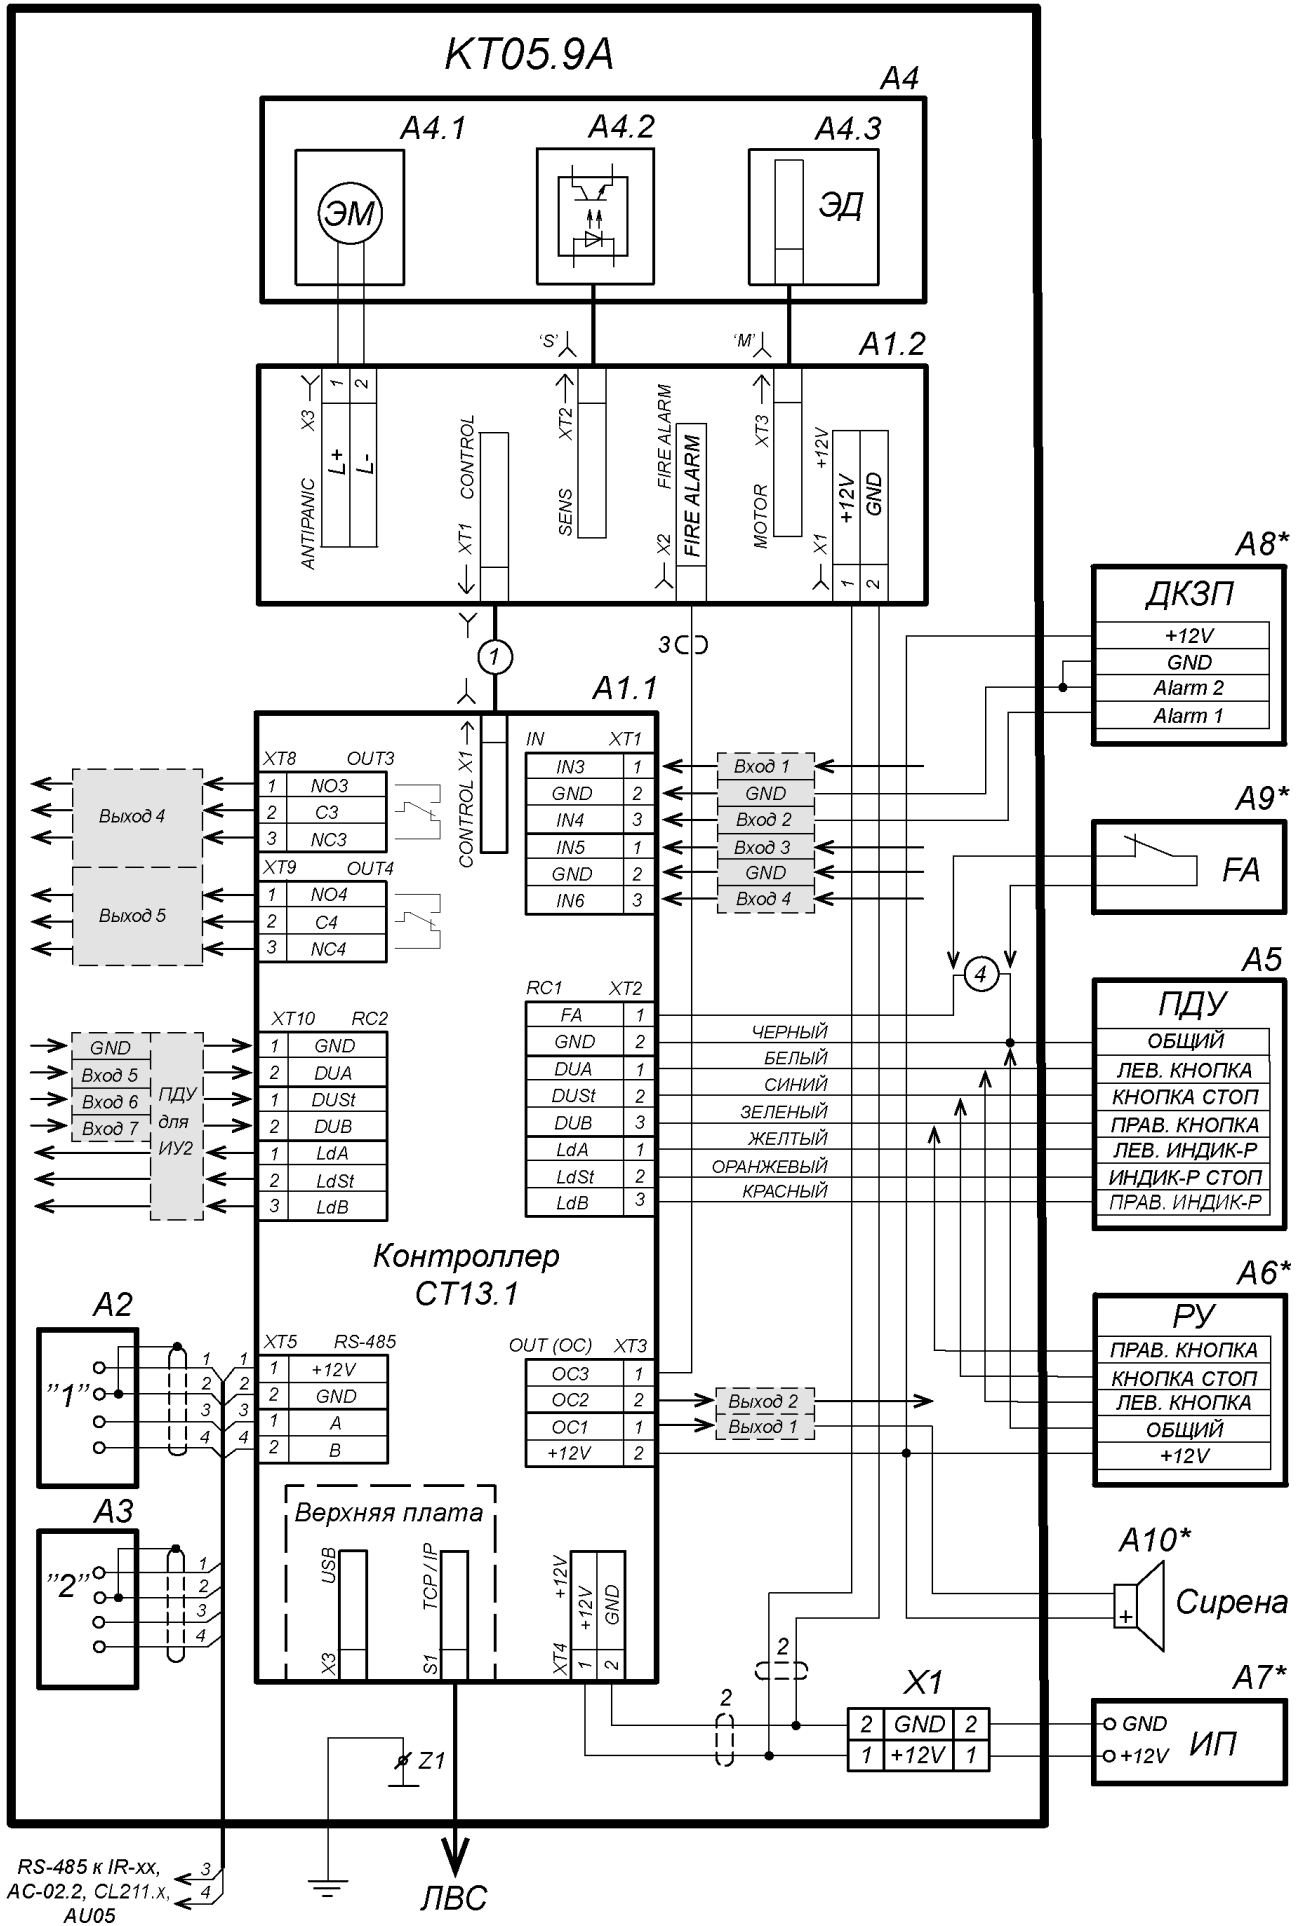

Рисунок 13. Схема подключения ЭП и дополнительного оборудования
Расположение клеммных колодок на нижней плате контроллера ЭП показано на рис. 6, назначение контактов клеммных колодок указано в табл. 1. Схема подключения приведена на рис. 13. Используемые при подключении типы кабелей указаны в табл. 4. При монтаже ЭП придерживайтесь следующей последовательности действий:
позиционные обозначения A1-A3 и Z1 – указаны на рис. 13
11. Подключите кабель питания (15) к выносной клеммной колодке **X1** на кронштейне платы контроллера ЭП согласно схеме, приведенной на рис. 13.
12. Подключите кабель (13) ПДУ (12) к клеммной колодке **XT2** на плате контроллера ЭП согласно схеме, приведенной на рис. 13.
13. Подключите при необходимости кабели от других устройств к соответствующим клеммным колодкам платы контроллера ЭП согласно схеме, приведенной на рис. 13.